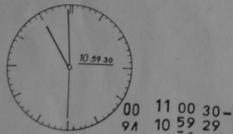

Abb. 4
Die gedruckte Zeit kann leicht abgelesen werden, indem man von rechts nach links abliest, d. h. zuerst die Sekunden, dann Minuten und Stunden. Es gilt immer die Sekundenzahl, welche am Indexstrich steht und die daneben oder etwas darunter stehenden Minuten- oder Stundenzahlen. In Grenzfällen sind immer die unter dem Indexstrich stehenden Zahlen und nie die darüberstehenden abzulesen. Grenzfälle, in denen Unklarheiten entstehen können, sind z. B. Zeiten mit Minuten über 45, da in diesem Fall bereits die kommende Stundenzahl auf der Höhe des Indexstriches steht. (siehe Abb. 4). Trotzdem gilt hier noch die darunter stehende Zahl, da man ja an Hand der Minutenzahl (59) feststellt, daß es sich noch um die 10. Stunde handelt, denn die 60. Minute, mit der die 10. Stunde endet, hat ja noch nicht begonnen. Auch am Uhrzifferblatt wird man, wie in Beispiel 4 gezeigt wird, nicht »11 h 59 min 30 sec« ablesen, sondern »10 h 59 min 30 sec«, obwohl der Stundenzeiger längst auf 11 h steht und nicht mehr auf 10 Uhr. Vergleichen Sie am Anfang immer den Abdruck der COMATIC mit dem Zifferblatt einer Uhr, so wird Ihnen die richtige Ablesung bald keine Schwierigkeiten mehr machen.
Vergleicht man mit Abb. 4, so wird man einsehen, daß wenn die Sekunde auf 30 steht, die Minuten nicht auf 00 stehen können und deshalb auch die Stunde noch nicht voll ist, also die 10. Stunde noch gilt, wenn auch die 11. bereits auf der Höhe des Indexstriches steht.
Bei der COMATIC werden die abzulesenden Zeiten bereits in Ziffern abgedruckt, was das Ablesen wesentl. erleichtert. Wenn man mit einer gewöhnlichen Konstatieruhr einen Abdruck mit derselben Zeit, wie z. B. in Abb. 4 beschrieben, macht und diesen dann mit dem COMATIC - Abdruck vergleicht, dann werden Sie feststellen, daß auch beim alten Abdruck der Stundenzeiger bereits auf 11 h steht (Vergleich Normaluhr) und nicht auf 10 h.
Das Beispiel, welches Abb. 4 zeigt, wird ausführlich im vorangehenden Text beschrieben.
Zum Vergleich mit Abbildung 4
Vergleich mit Abbildung 4